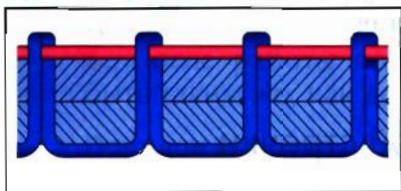

Рис. 29. Петляние сверху
**Петляние сверху** — нижняя нитка образует на поверхности ткани петли, а верхняя нитка туго натянута (рис. 29).